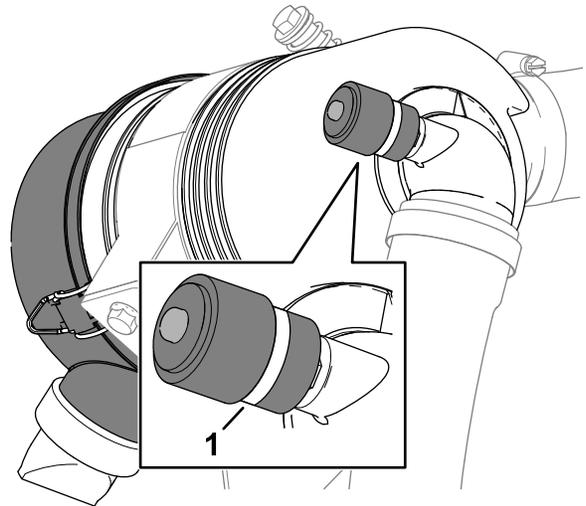

Figura 77
3. Controllate l'indicatore di manutenzione all'estremità dell'alloggiamento del filtro dell'aria (Figura 77).